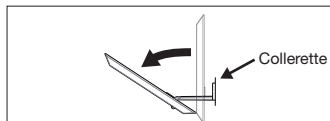

Fig. 3
- Peel and remove (1) piece of protective strips from the circle piece of tape. Place the tape on the end of the arm and adhere the arm with the bar in the upward direction to the back side of the anchor bracket. The arm should sit inside ring. \*It is important the arm always be upright.\*
- Peel and remove (1) piece of protective strips from tape on the supplied wall anchor brace bar. The tape is necessary to allow the supplied wall anchor brace bar to adhere to the back side of the wall for placement. (This will ensure that the bar will stay upright during installation.)
- Get supplied anchor, flip the bar downward at the end of the arm. The bar should be tilted up only slightly. (Fig. 3)
- Détachez et retirez (1) deux pellicules de protection de la pièce d'adhésif ronde. Placez l'adhésif au bout du bras et faites adhérer le bras à l'arrière du support d'ancrage en maintenant la barre en position verticale. Le bras doit reposer à l'intérieur de l'anneau. **\*Il est important que la barre soit toujours à la verticale.\***
- Détachez et retirez les (1) protections de chacun des deux morceaux de ruban adhésif situés sur la barre de support de l'ancrage mural. L'adhésif est nécessaire pour permettre à la barre de support de l'ancrage mural d'adhérer à l'arrière du mur, assurant ainsi un placement correct. (Cela permettra à la barre de rester droite pendant l'installation.)
- Prenez l'ancrage fourni, inclinez la barre vers le bas à l'extrémité du bras. La barre doit être très légèrement inclinée vers le haut. **(Fig. 3)**
9. Pele y retire dos (1) pedazos de las bandas protectoras de la pieza circular de cinta. Coloque la cinta en el extremo del brazo y pegue el brazo con la barra en la dirección hacia arriba en la parte posterior de la abrazadera de anclaje. El brazo debe encajar en el anillo. **\*Es importante que el brazo siempre esté en posición vertical.\***
10. Pele y retire las (1) capas de protección de ambas piezas de cinta adhesiva ubicadas en la barra de soporte del anclaje de pared. La cinta adhesiva es necesaria para permitir que la barra de soporte del anclaje de pared se adhiera a la cara interior de la pared para facilitar su colocación. (Esto asegura que la barra permanecerá en posición vertical durante la instalación).
11. Tome el anclaje proporcionado, gire la barra hacia abajo al extremo del brazo. La barra debe estar levemente inclinada hacia arriba. (Fig. 3)